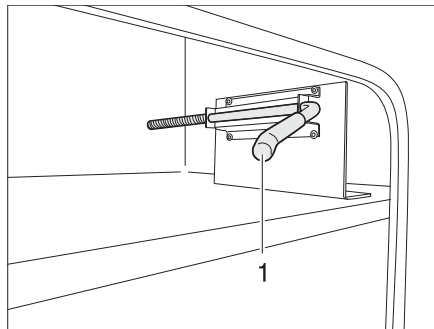

Bild 52 Sicherungshaken Außenklappe, Ausgangsposition
- Den Sicherungshaken (Bild 52,1) mit der anderen Hand herausziehen.
- Den Sicherungshaken vorsichtig in die Ausgangsposition (Bild 52,1) zurückschieben.